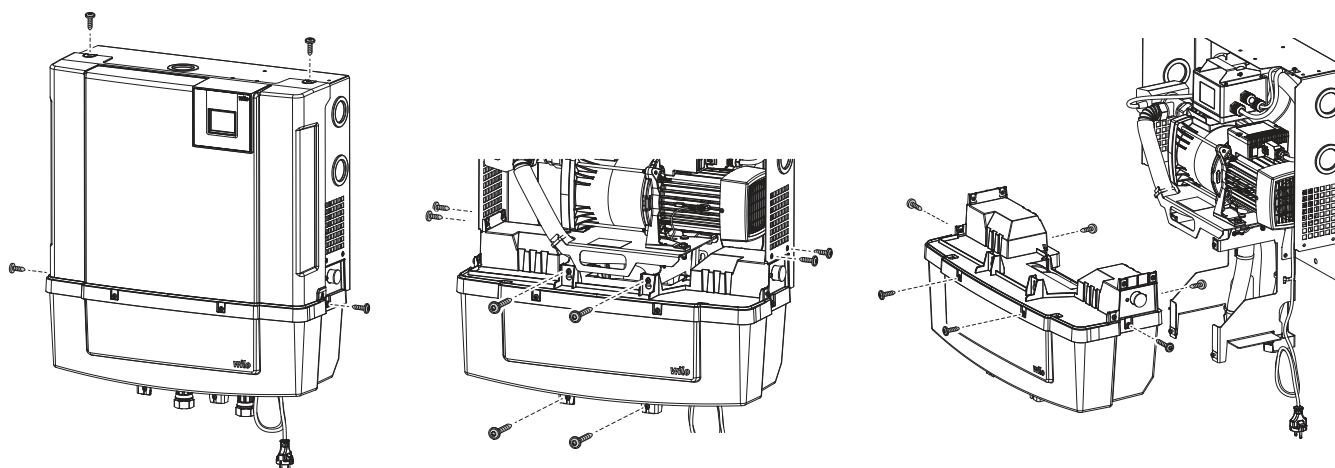

Fig. 16: Povolte šrouby krytu přístroje a šrouby uchycení nádoby na rámu, vyjměte nádrž s doplňovacím ventilem a povolte šrouby krytu doplňovací nádrže
2. Sejměte přední kryt a odstraňte šrouby z rámu držáku (Fig. 16).
4. Vyměňte šrouby krytu doplňovací nádrže (Fig. 16, vpravo).